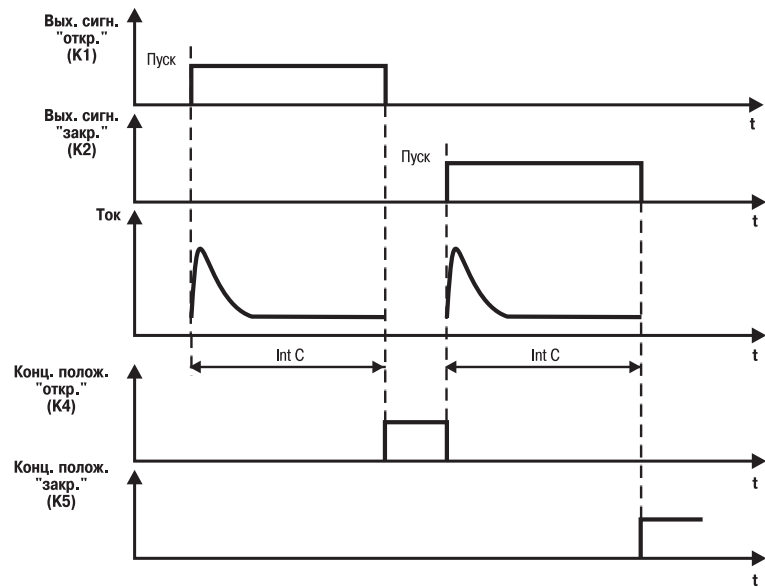

Рис. 7
3.2.11.1.3. При $PrES = 2$ концевые положения определяются только по времени, определенном в параметре \bar{LntC} (рис. 7).